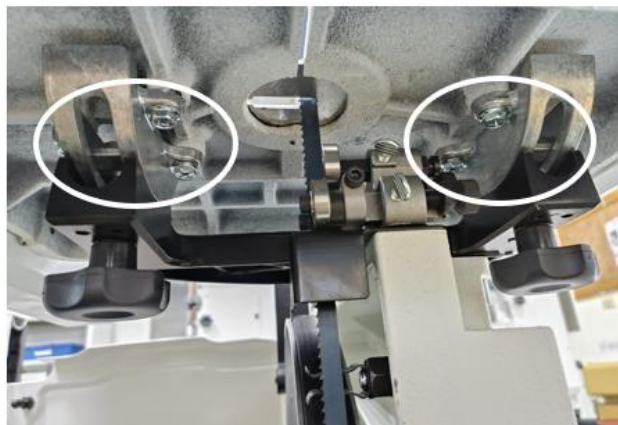

Рисунок 15-1
3. Если расстояние различается, ослабьте шесть фланцевых винтов под кронштейнами поворотной опоры стола (рисунок 15-1).